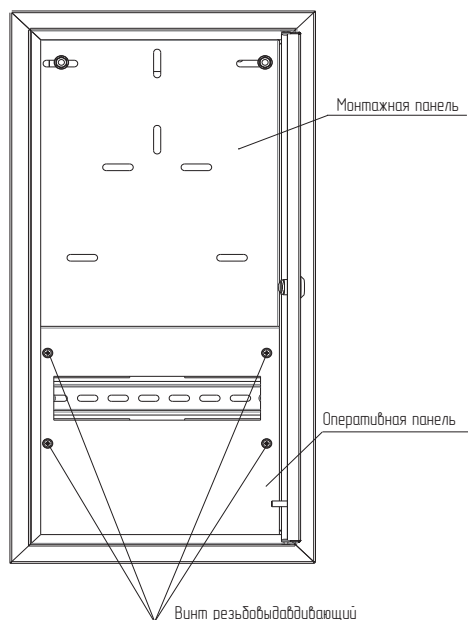

Рисунок 6
4.5.3 Выкрутить винты резьбовыдавливающие М4×8 четыре для ЯУР-3/12 (рисунок 6) и три для ЯУР-380-300 (рисунок 7.1), снять панель оперативную. Винты сохранить.
4.7.1 Произвести установку электротехнической аппаратуры (электрических счётчиков, модульных автоматических выключателей и т.д.) на монтажную панель (рисунок 6) и Т-образные направляющие (рисунки 7.1, 7.2). Произвести внутренние электрические соединения.